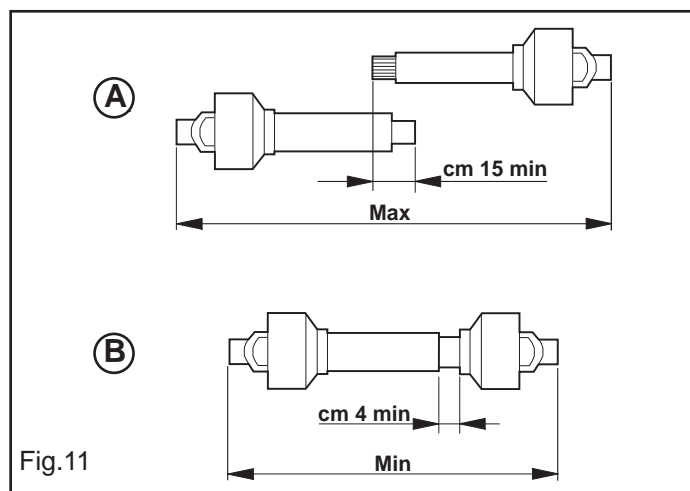

Fig.11
- **Quando l'albero cardanico è sfilato al massimo, i due tubi devono sovrapporsi per almeno 15 centimetri (A, Fig.11). Quando esso è inserito al massimo, il gioco minimo consentito deve essere di 4 centimetri (B, Fig.11).**